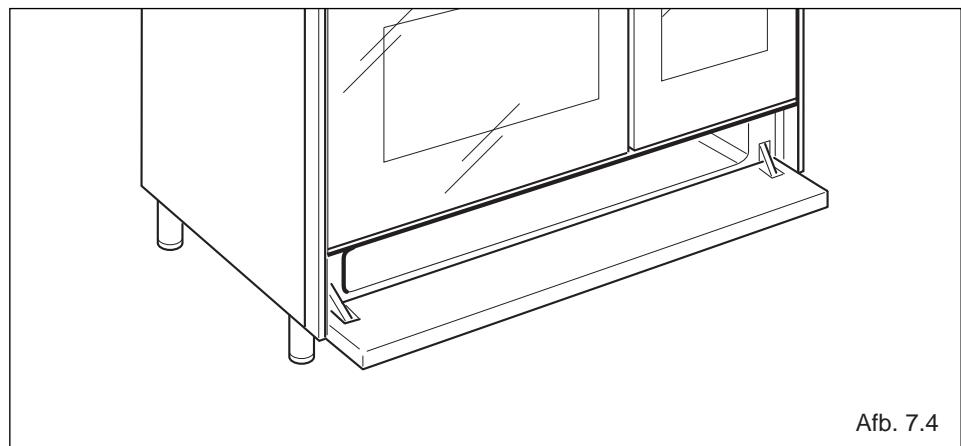

Afb. 7.3
- het vetfilter moet aan de achterkant van de ovenruimte worden vastgehaakt, zoals aangegeven in afbeelding 7.3.